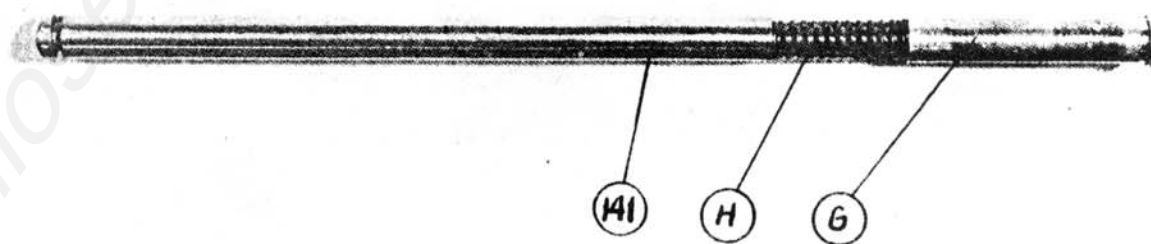

Bild. 38
6. Rückkehr der Hülse "G" auf Hebelstift darf einwandfrei unter Einfluss der Feder "H" /Abb.38/ erfolgen.